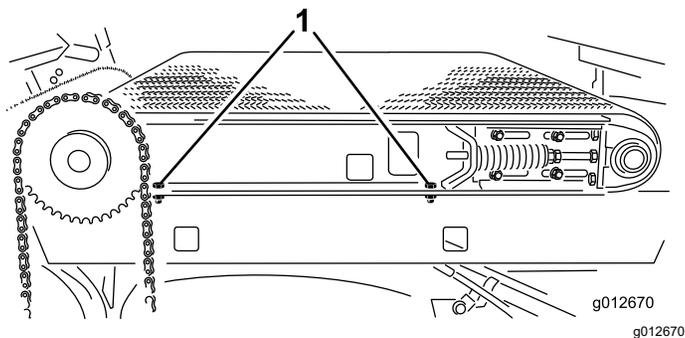

图 25
6. 卸下机器右侧将滑轨固定至机架的2个平头螺丝、垫圈和螺母 图 25。确保紧固件保持足够的松动使滑轨倾斜。